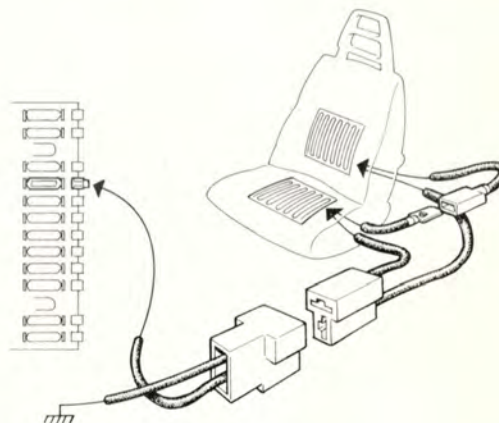

Bild 8-38. Anslutning av elledningar
4. Montera sittdynan till fällbeslagen. Anslut ledningarna mellan ryggstödet och sittdynan, bild 8-38.
5. Montera stolen i vagn och koppla ihop kontaktstyckena, bild 8-38.